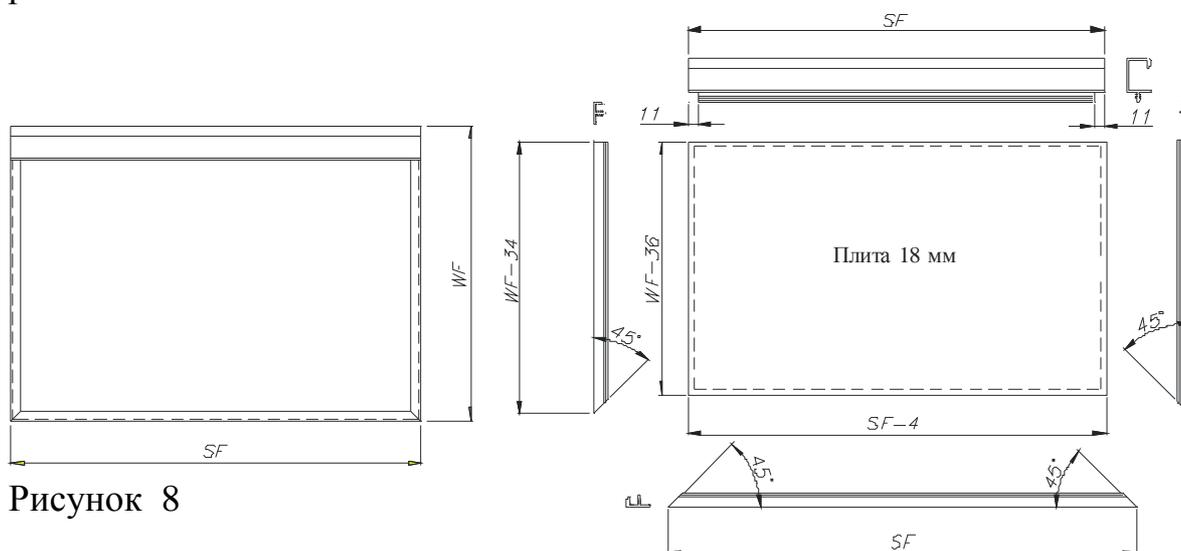

Рисунок 8
- II. Бортовыми планками и Бортовой ручкой (рис. 8, 8а, 8б)
Изготавливая фасады согласно варианту II (рис 2) подгоняем элементы согласно рис. 8
Рисунок 8а
Рисунок 8б